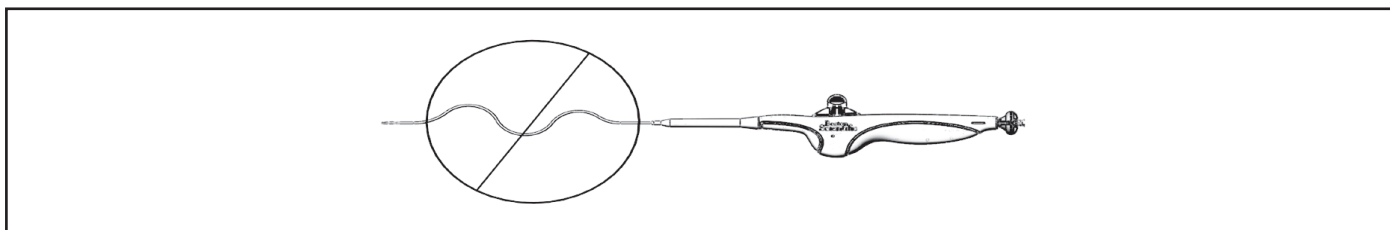

Abbildung 5. Beseitigung von Spielraum
10.9 Stent-Freisetzung (siehe Abbildung 5)
Hinweis: Wenn die Spannung (siehe Abbildung 5) nicht aufrechterhalten wird und/oder Krümmungen des Applikationssystemkatheters zwischen Einführschleuse bzw. Führungsschleuse und Applikationssystemgriff während der Freisetzung nicht reduziert werden, kann dies Auswirkungen auf die Freisetzungsgenauigkeit haben, insbesondere bei ipsilateralen Fällen.